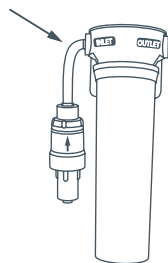

Bild 1
- 3 Anslut det blå 200 mm (8") röret till PRV-ventilens utventil (blå hylsa) och vattenfilterkassetts inventil enligt bild 1. Dra försiktigt i båda ändarna för att försäkra att det sitter på plats.